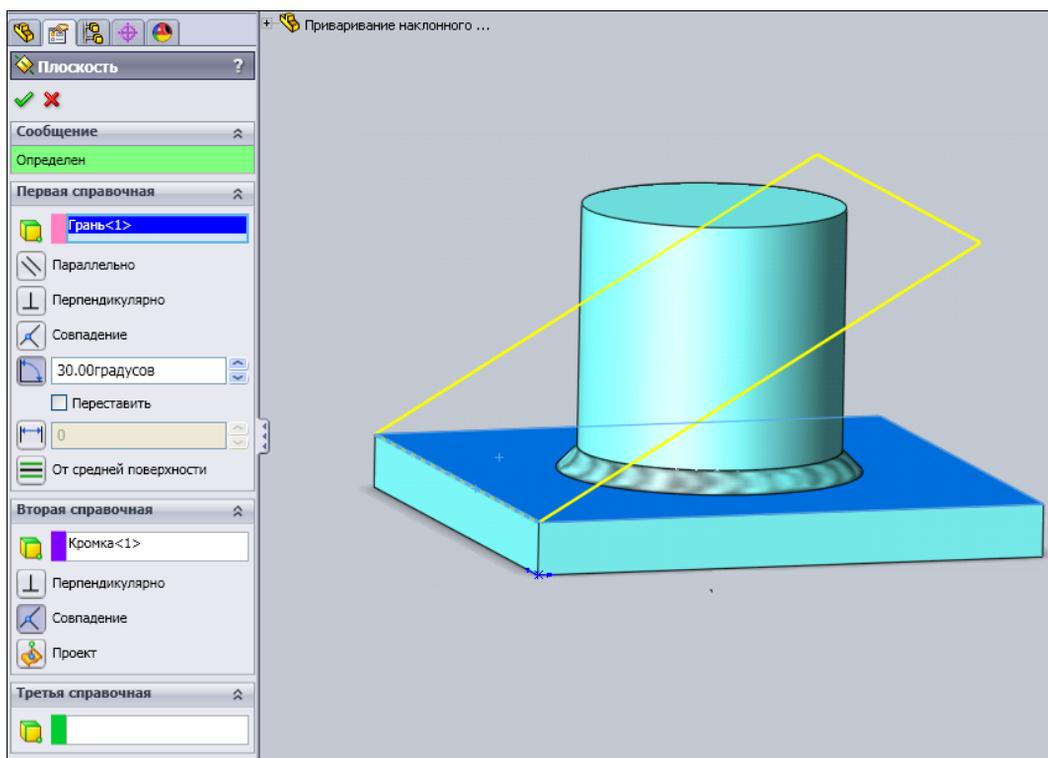

Рис. 5.60
1. Пройдите путь **Вставка | Справочная геометрия | Плоскость** (рис. 5.60), щелкните поле **Справочные объекты** в разделе **Выбор** и затем щелкните мышью по верхней грани плоской детали. Нажав кнопку  — **Под углом**, задайте угол 30° . Разность $90 - 30 = 60^\circ$ составит угол наклона цилиндра к горизонту. Далее укажите переднюю кромку плоской детали (рис. 5.60). Для завершения вставки плоскости нажмите кнопку **ОК** .